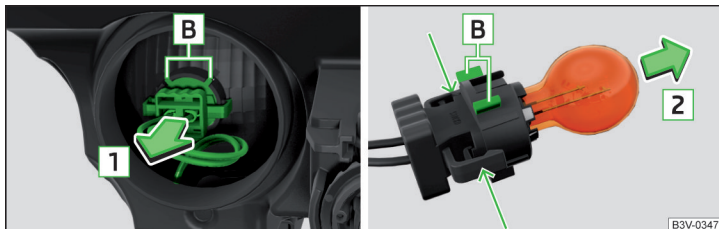

Abb. 365 Glühlampe für Blinklicht wechseln
- Den Sockel mit der Glühlampe mit Wackelbewegungen in Pfeilrichtung **1** » Abb. 365 herausziehen.